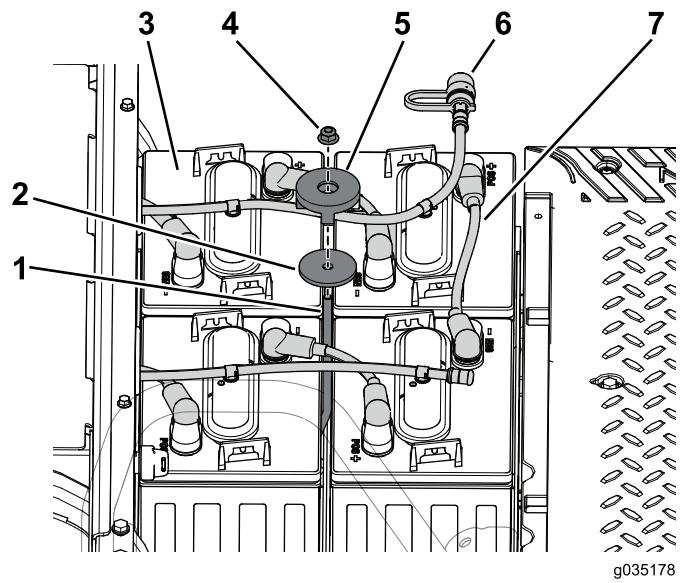

Figura 98
1. Instale las 4 baterías en la bandeja de baterías delantera (Figura 98).
- Utilice la varilla de sujeción, la arandela, la pieza de sujeción y la contratuerca para sujetar las baterías a la bandeja de baterías (Figura 98).
- Conecte los cables de batería al borne positivo (+) de las baterías (Figura 98).
- Conecte la manguera de agua a las baterías (Figura 98).